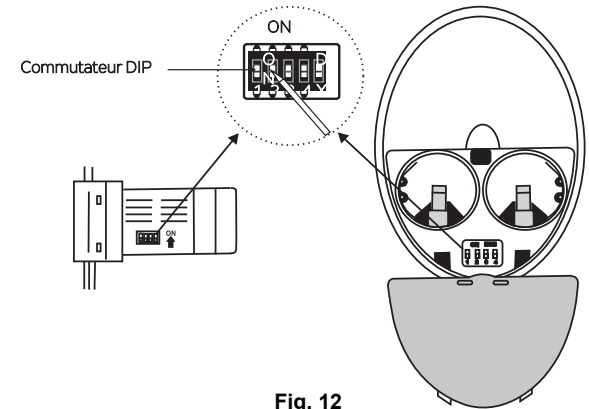

Fig. 12
**REMARQUE:** Dans l'émetteur, mettre le commutateur DIP #5 sur la position D.T.Ceci active la fonction réglage d'intensité car votre ventilateur de plafond utilise des ampoules à incandescence dont l'intensité est réglable. (Voir Fig.12)
**REMARQUE:** Le système de contrôle CoolTouch™ est équipé de 16 combinaisons de fréquences possibles afin de prévenir les interférences avec ou en raison d'autres unités de manettes de commande. Les commutateurs de fréquences de votre récepteur et émetteur ont été préprogrammés en usine. S.V.P. vérifier à nouveau afin de vous assurer que les commutateurs d'émetteur ou de récepteur sont réglés sur la même position, car le ventilateur répondra à n'importe quelle combinaison de réglage tant que l'émetteur et le récepteur sont réglés à la même position. (Fig. 12)